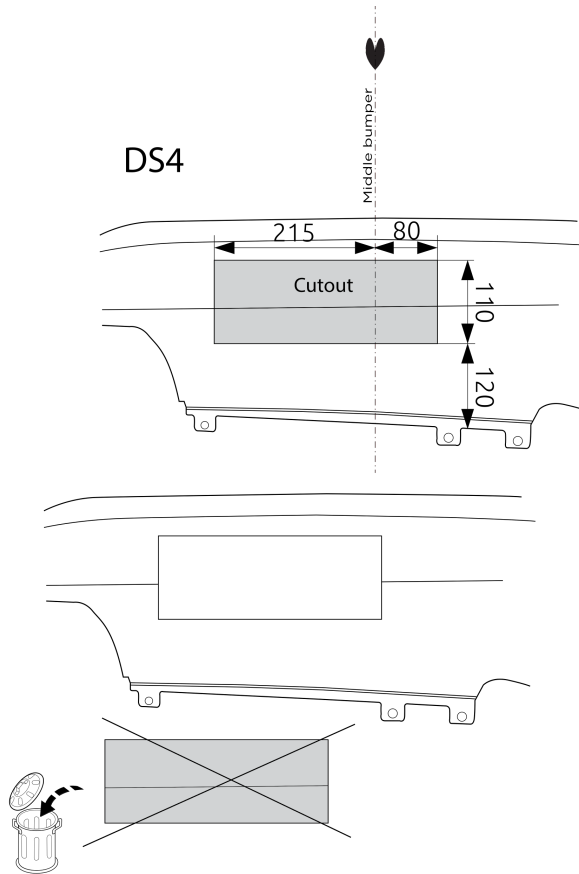

Fig. 3
7. Выпилить обозначенные части, как указано на рис. 3 & 4.